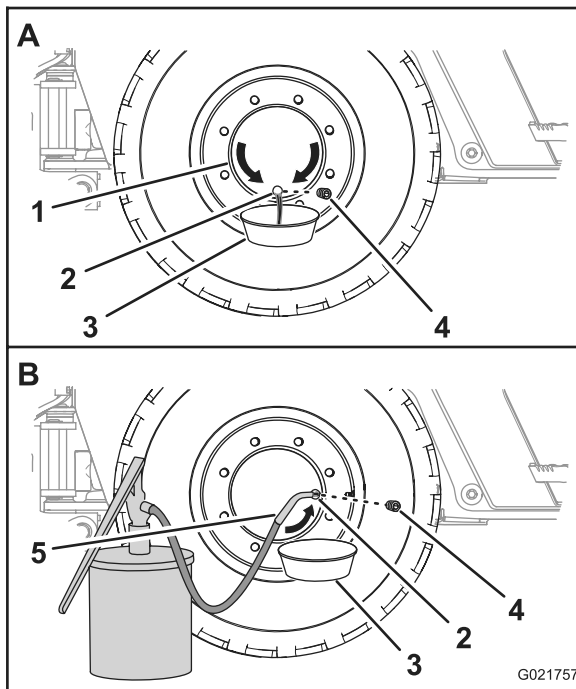

Figura 90
1. Spostate la macchina avanti o indietro al fine di posizionare il tappo dell'olio del mozzo nella posizione delle ore 6 nell'orologio (Figura 90).
2. Mettete una bacinella di spurgo sotto il tappo dell'olio del mozzo della ruota (Figura 90).
3. Togliete il tappo di spurgo e lasciate defluire l'olio dal ruotismo planetario (Figura 90).
5. Spostate la macchina avanti o indietro al fine di posizionare il tappo dell'olio del mozzo nella posizione ore 3 o ore 9 nell'orologio (Figura 90).